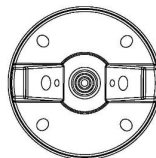

Рис. 5
- вертикальная плоская струя (рис. 5).